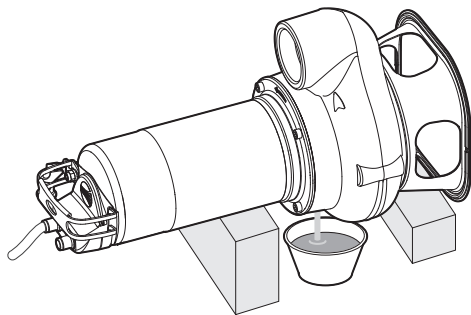

Fig. 9.2
- rode a bomba 180° para descarregar o óleo na respetiva cuba de recolha (Fig. 9.2);